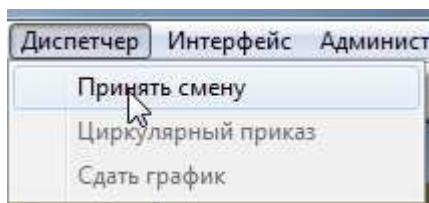

Рис.147.
2. Для принятия дежурства необходимо выбрать пункт меню «Диспетчер» подпункт «Принять смену» (см. рис. 147);